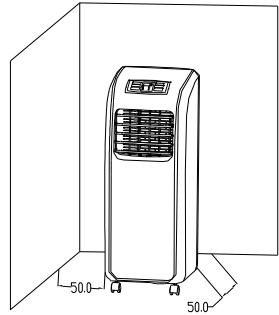

Figura 9
- (1). Coloque delante de la ventana el aparato con el conjunto de la manguera de escape ya instalado, mantenga la unidad al menos a 50cm de las paredes u otros objetos (como se muestra en la figura 9).